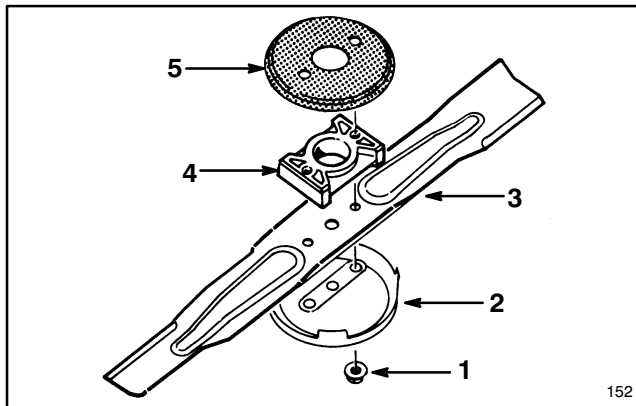

Abbildung 27
5. ENTFERNEN DES MESSERS — Endstück des Mähmessers mit einen Lappen bzw. einem dicken Handschuh anpacken. Schraubenmuttern des Messers, Schutzpfanne, Messer, Abstandhalter und Rotierscheibe entfernen (Abb. 27).